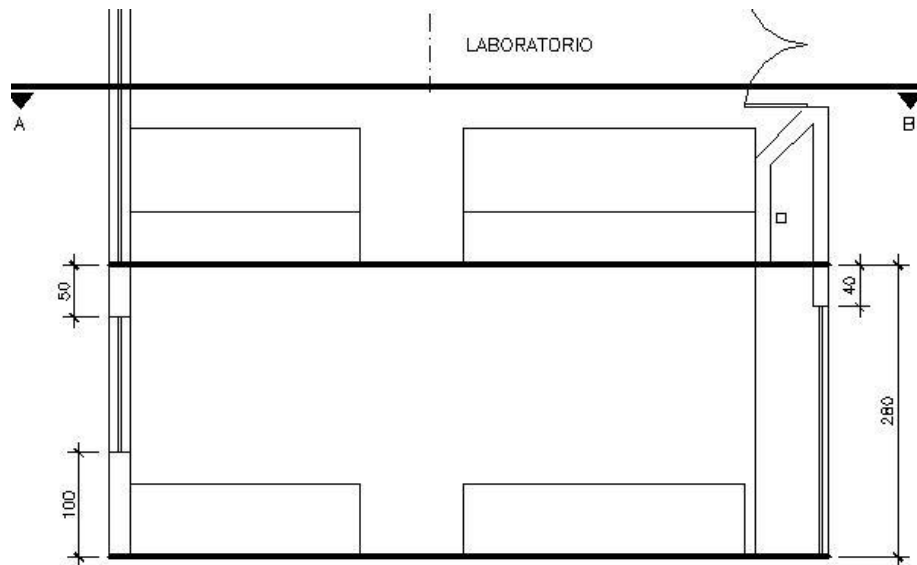

Figura 34 – Corte
13. Construa o perfil da porta utilizando os comandos Offset  e Trim . Ajuste o corte conforme as medias apresentadas na figura 34. Nessa representação a porta estará fechada.